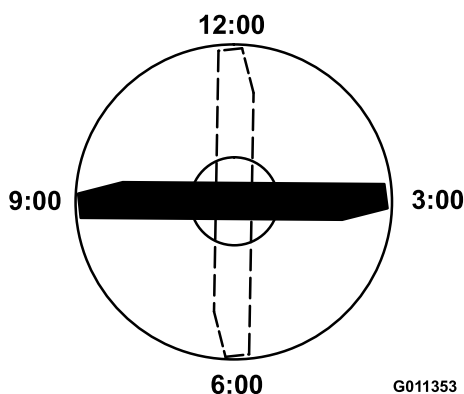

Figure 94
- Positionnez le tranchant de l'extrémité marquée à la position 12 heures (droit devant dans la direction de la tonte) (Figure 94) et mesurez la hauteur de la surface plane au tranchant de la lame.
- Tournez l'extrémité marquée de la lame aux positions 3 et 9 heures (Figure 94) et mesurez les hauteurs respectives.